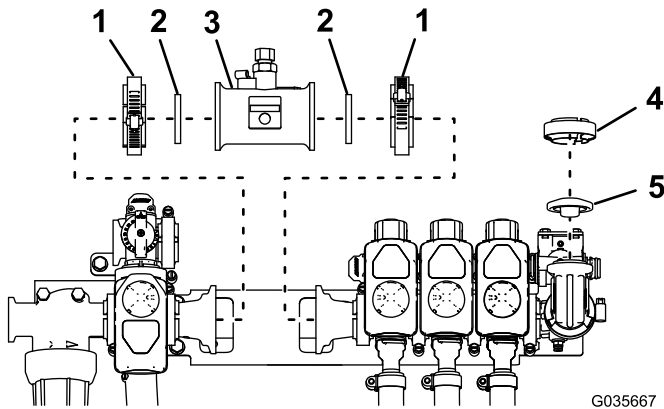

Figura 1
3. Afloje la abrazadera sinfín que sujeta el acoplamiento del colector a la válvula de agitación y al conjunto de las válvulas de sección (Figura 1).
4. Retire las abrazaderas, las juntas y el acoplamiento del colector (Figura 1).
5. Instale el caudalímetro y las 2 juntas de caudalímetro con las abrazaderas que acaba de retirar (Figura 1).
6. Retire la abrazadera del transductor, el tapón y la junta (Figura 1).